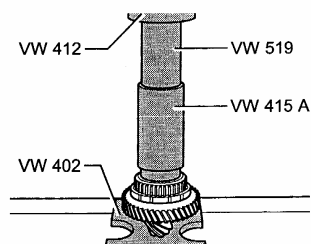

图 12-103 压入 1、2 挡同步器体
(18) 压入第 1 挡和第 2 挡同步器体时，较高内凸肩朝向第 2 挡，如图 12-103 所示。